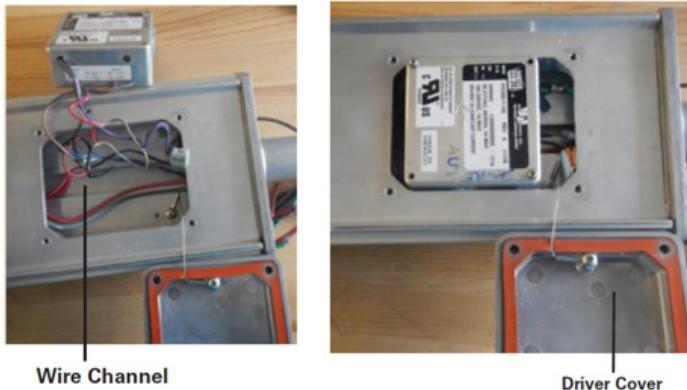

Figure 20
- Déconnecter les fils d'entrée et de sortie du circuit de commande (Voir la figure 20.)
- Placer le nouveau circuit de commande dans le luminaire. S'assurer que les fils conducteurs des panneaux à DEL sont bien rangés dans le boîtier et que les connecteurs des fils d'entrée et du gradateur sont placés dans le chemin de câbles sous le circuit de commande et qu'ils sont acheminés dans la zone de câblage d'entrée. (Voir la figure 20.)
- Décollez un côté de deux (2) coussinets thermiques et collez-les côté à côté au bas du nouveau pilote fourni par Eaton's Crouse-Hinds. De la même manière, collez le troisième coussin thermique sur le côté intérieur du support, comme illustré ci-dessous.